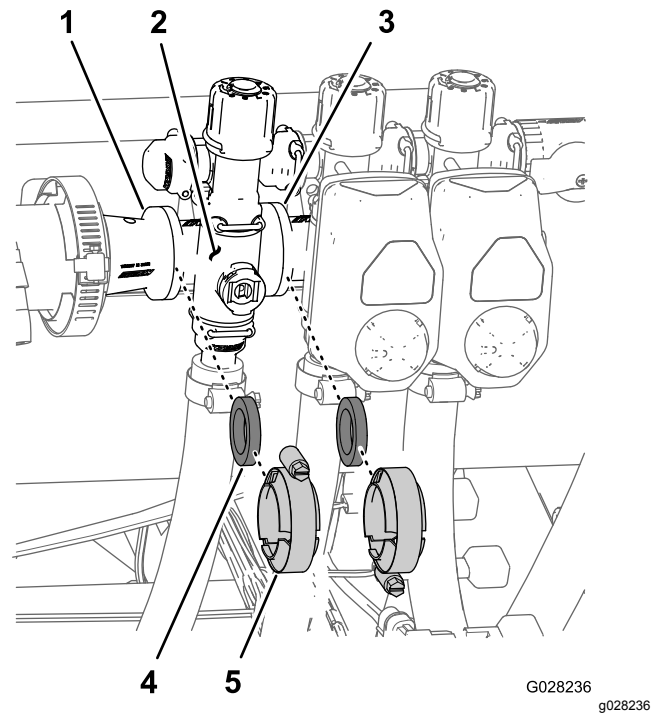

Figura 108
1. Retire as braçadeiras e as juntas que fixam o coletor da válvula de secção (Figura 108) à válvula de secção adjacente (se válvula de secção esquerda e acoplador de redução).